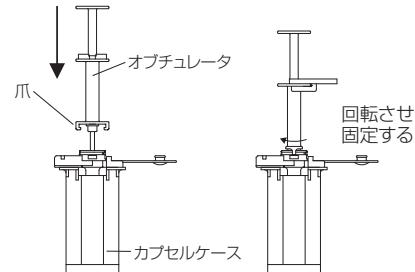

図9
- オプチュレータをカプセルケースに入ったボタンに突き当たるまで挿入する。このとき、オプチュレータの爪をボタンの体外固定部の溝に合わせて挿入する。（図9）オプチュレータをカチッと手応えを感じるまで回転させ、爪でボタンの体外固定部とオプチュレータを固定したのち、オプチュレータとボタンをカプセルケースから引き抜く。（図10）